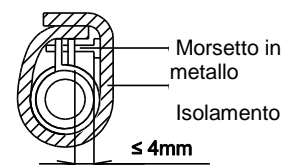

Fig. 23
5. Isolare il morsetto sul tubo e tubo di scarico con isolamento termico (fig. 23)